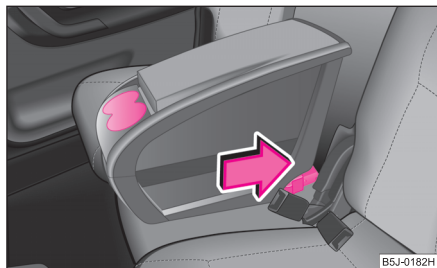

Fig. 89 Coffre de rangement
- Poussez les bras de fixation du coffre de rangement dans les œillets de maintien du support de fixation, jusqu'au déclic ⇒ fig. 89.